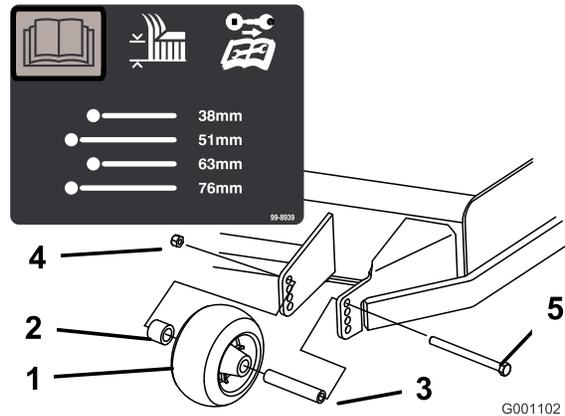
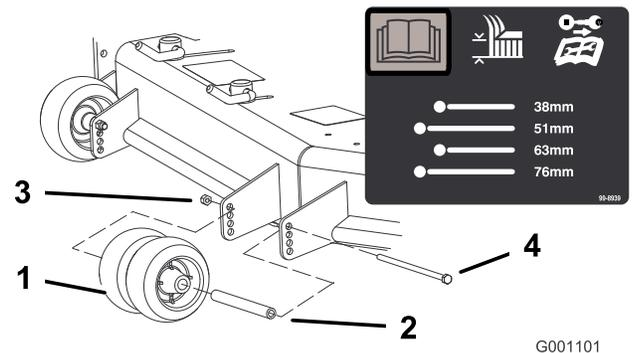
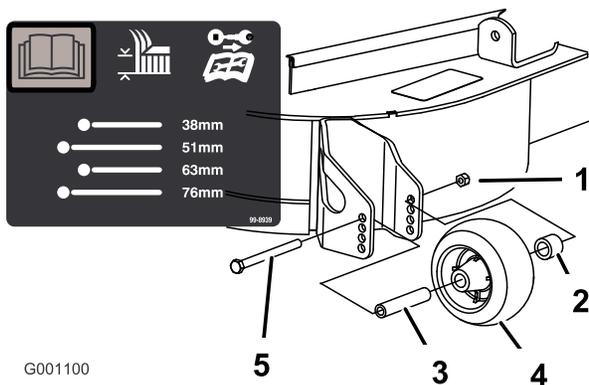

Figura 20
Figura 21
Figura 22
3. Dopo avere regolato l'altezza di taglio, regolate i rulli togliendo il dado flangiato, la boccola, il distanziale ed il bullone ((Figura 20, Figura 21 e Figura 22).
**Nota:** I due rulli centrali sono privi di distanziale (Figura 21).
5. Montate il dado flangiato, la boccola, il distanziale ed il bullone. Serrate a 54-61 Nm (Figura 20, Figura 21 e Figura 22).